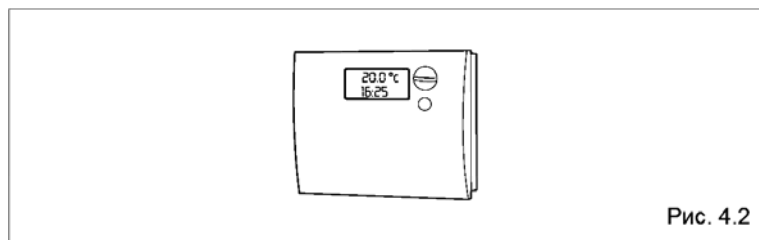

Рис. 4.2
- установите термостат в помещении на требуемую температуру (~20°C), либо, если в системе установлен программируемый таймер или устройство терморегулирования, убедитесь в том, что оно «активировано» и установлено (~20°C) (рис. 4.2)